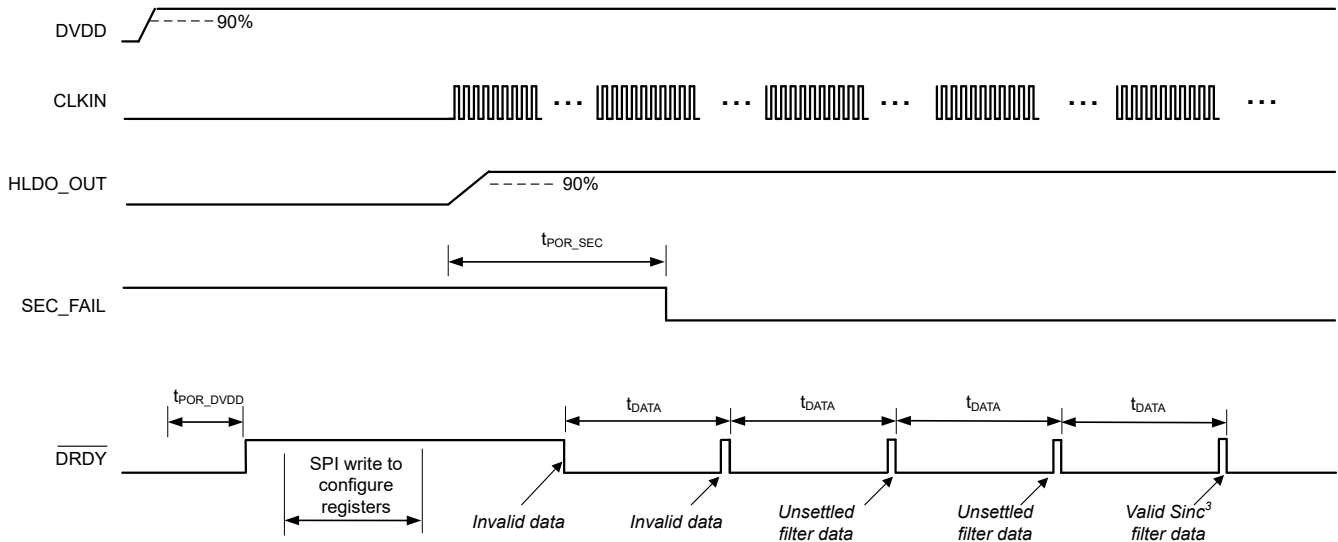
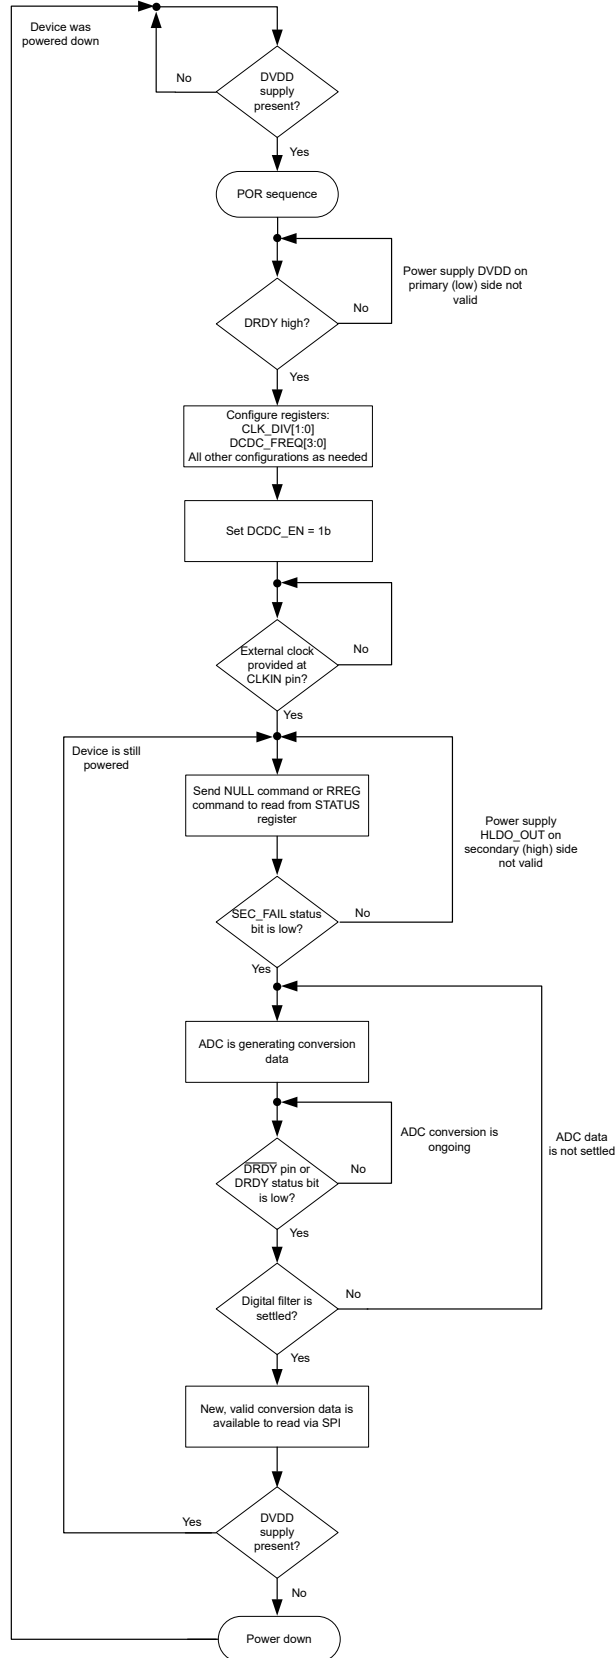

图 8-16. 上电启动行为和稳定时间，OSR = 1024
图 8-17. 上电启动过程的流程图
本节介绍了 AMC130M02 上电的推荐步骤。图 8-16 所示为使用此建议序列时器件行为的时序图。图 8-17 以图形方式提供了建议序列的流程图。
- DRDY 从高电平转换到低电平表示新的转换数据可用。如图 8-16 所示，只有 SEC_FAIL 在转换期间读取为 0b 时，ADC 数据才有效。图 8-16 中显示的前两个转换结果表示无效数据。
- 当 ADC 生成有效数据时，数字滤波器必须稳定，如 *SINC³* 和 *SINC³ + SINC¹* 滤波器部分所述。图 8-16 中展示的两个后续转换结果是未稳定的结果（假设 OSR 等于 1024），而显示的最后一个转换结果提供了有效的稳定数据。
在图 8-16 中， t_{POR_SEC} 是从启用直流/直流转换器到 SEC_FAIL 位的第一个下降沿的时间，其中后者表示 HLDO_OUT 引脚上的次级电源已稳定。 t_{POR_DVDD} 是从 DVDD 电源 90% 到 DRDY 第一个上升沿的时间。